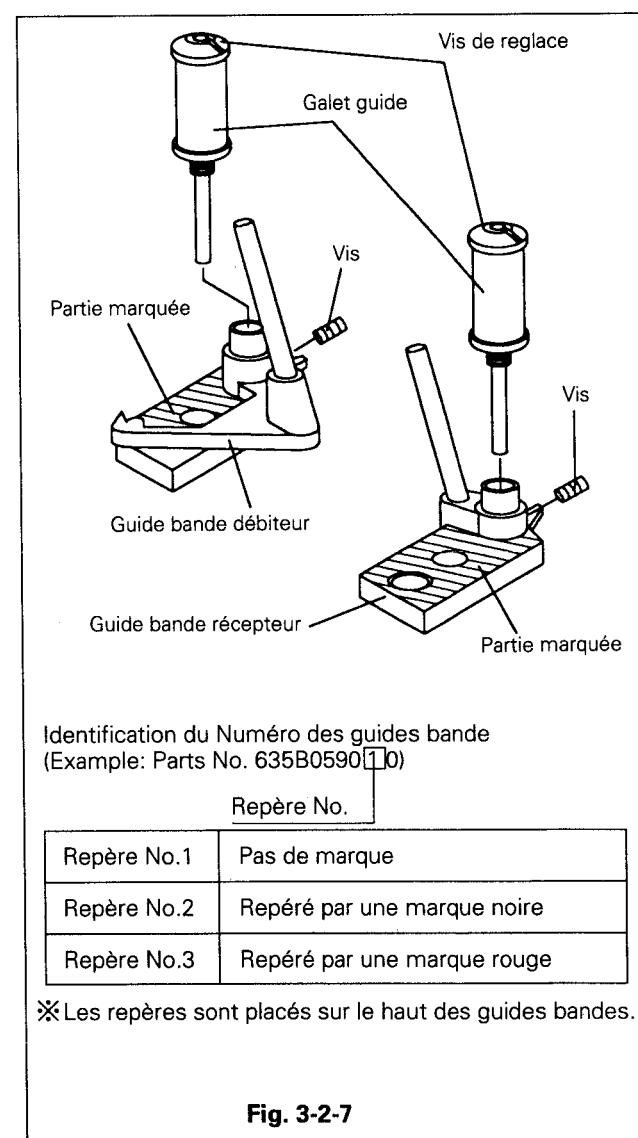

Fig. 3-2-7
- C. Sinon, régler le guide bande comme le montre la Fig. 3-2-7.
- A. Identifier le numéro porté sur le guide bande à remplacer. Observer le numéro porté sur l'embase du guide bande et comparer avec la référence de la Fig. 3-2-7.
(Voir Fig. 3-2-7)